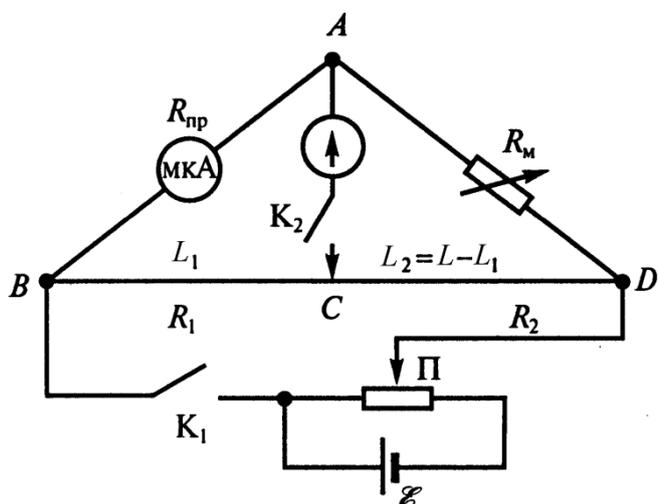

Рис. 2.3.
Схема установки для измерения сопротивлений на основе мостика Уитстона показана на рис. 2.3.
Зарисуйте (карандашом!) схему измерения сопротивления прибора (рис. 2.3).
- Подключите к цепи питания нижнюю половину моста (реохорд – точки *B* и *D* на рис.2.3). Для этого сначала определите визуально, нажимая на кнопку двойного ключа, какая пара контактов замыкается первой. Используйте ее в качестве  $K_1$ . Это необходимо для того, чтобы исключить броски тока через гальванометр при включении установки. Подключите один из зажимов этой пары к зажиму "+" источника, а второй зажим ключа  $K_1$  к левому концу реохорда (т. *B*). Правый конец реохорда (т. *D*) подключите к движку реостата.